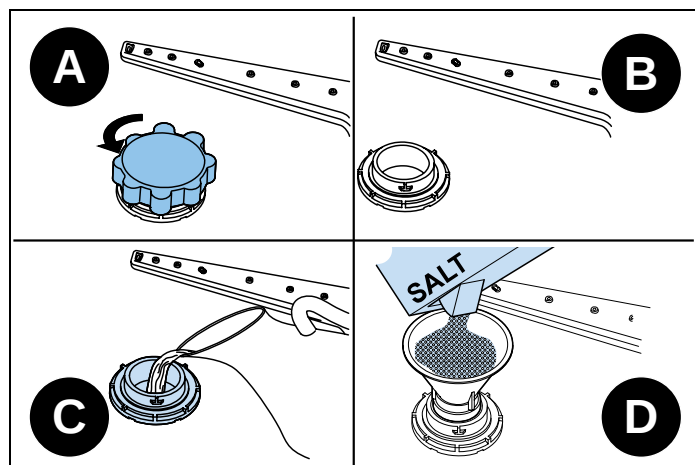

Fig. 60
- 1) Pour remplir le lave-vaisselle de sel, retirez d'abord le panier inférieur, puis ouvrez le bouchon du distributeur de sel en le tournant dans le sens inverse des aiguilles d'une montre. Fig. 60 A-B
- 2) À la première utilisation, remplissez le compartiment avec du sel et de l'eau Fig. 60 C jusqu'au niveau de débordement. Si disponible, utilisez l'entonnoir (Fig. 60 D) fourni pour faciliter le remplissage.